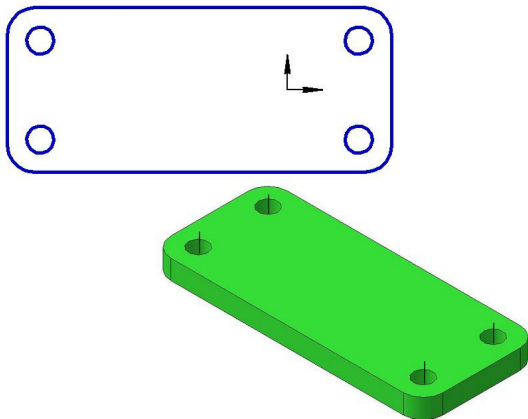

Рис. 3.14
**Операция выдавливания**  (последовательность построений приведена на рис. 3.14 – 3.17).